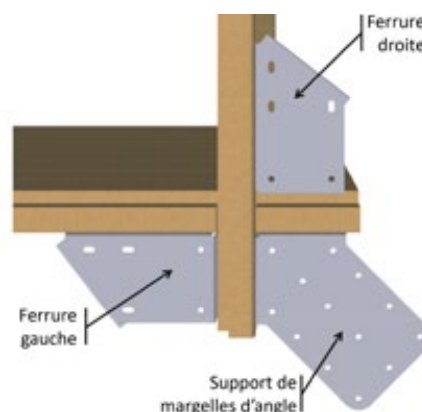

Figure 18 – Mise en place des ferrures dans les angles
- Dans les angles, montez quatre ferrures « droite » et quatre ferrures « gauche », ainsi que quatre supports de margelles d'angle, selon la Figure 18. Utilisez 4 vis penture 6 × 20 en inox A2 (sachet G) par équerre et 6 vis penture 6 × 20 en inox A2 (sachet G) par ferrure, soit un total de 64 vis.